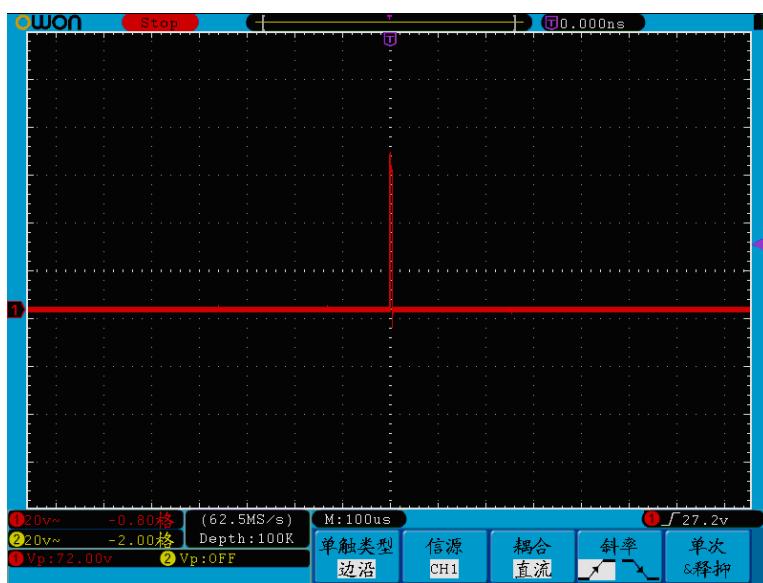

图 7-3：捕捉单次信号
- (5) 按 F2 键，选择 峰值检测。
- (6) 按 触发菜单 按键，显示 触发 菜单。
- (7) 按 H1 键，显示 触发类型 菜单。
- (8) 按 F1 键，选择触发类型为 单触。
- (9) 旋转 通用 旋钮，选择触发模式为 边沿。
- (10) 按 H2 键，显示信源菜单。
- (11) 按 F1键，选择信源为 CH1。
- (12) 按 H3 键，显示耦合菜单；按 F2 键选择耦合为直流。
- (13) 按 H4 键，选择斜率为 （上升）。
- (14) 旋转 **触发电平** 旋钮，调整触发电平到被测信号的中值。
- (15) 若屏幕上方 **触发状态指示** 没有显示 **Ready**，则按下 **Run/Stop**（运行/停止）按键，启动获取。等待符合触发条件的信号出现。如果有某一信号达到设定的触发电平，即采样一次，显示在屏幕上。利用此功能可以轻易捕捉到偶然发生的事件，例如幅度较大的突发性毛刺：将触发电平设置到刚刚高于正常信号电平，按 **Run/Stop**（运行/停止） 按键开始等待，则当毛刺生时，机器自动触发并把触发前后一段时间的波形记录下来。通过旋转面板上水平控制区域的 **水平位置** 旋钮，改变触发位置的水平位置可以得到不同长度的负延迟触发，便于观察毛刺发生之前的波形。见图 7-3。